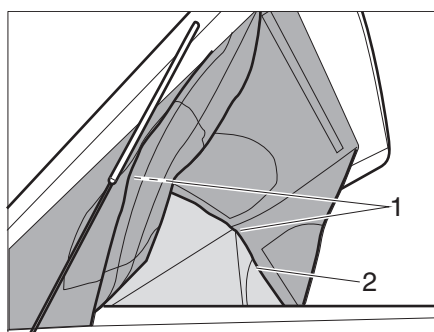

Fig. 48 Funzione panorama
- Aprire la chiusura lampo (Fig. 48,2) su tutto il perimetro del tetto sollevabile.
- Con la chiusura a velcro (Fig. 48,1) fissare le fiancate e il telo anteriore in alto al tetto sollevabile.